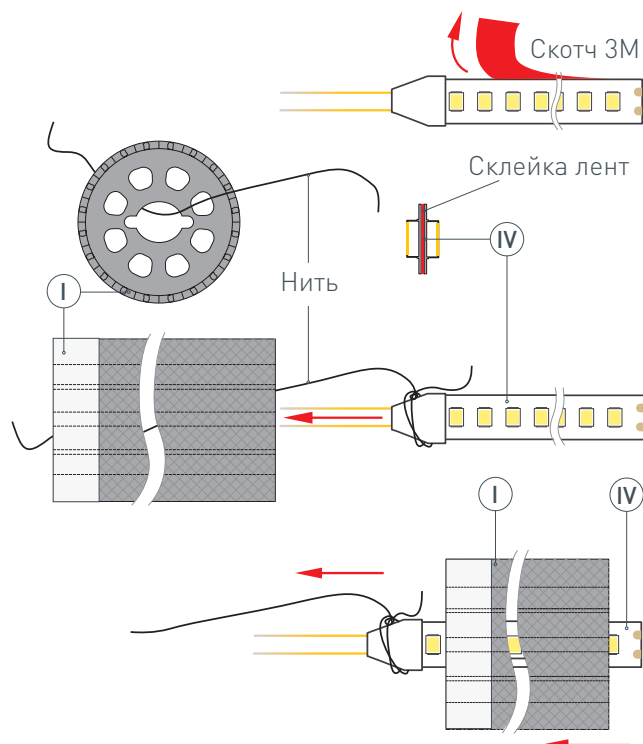

Рис. 1. Протяжка светодиодных лент ④ в профиль ①, вид сверху
- 1 / ВАЖНО!** При необходимости разрезания профиля оберните место резки малярным скотчем, чтобы не досудить распускания оплетки. Закрепите подвесы ② на поверхности и выведите наружу кабель от источника питания для светодиодной ленты. **ВАЖНО!** При создании из профиля фигуры с изгибами учитывайте, что длина используемой светодиодной ленты должна превышать длину профиля, необходимого для построения фигуры, — это поможет избежать заломов и отрыва кабелей питания ленты при сгибании профиля.
- 2 / ВАЖНО!** Не вытягивайте нить из профиля до монтажа светодиодной ленты в него! Установите светодиодные ленты ④ в профиль ①. Для этого необходимо снять защитный слой со скотчей на светодиодных лентах ④ и склеить ленты тыльными сторонами, чтобы можно было протянуть через профиль. Затем привязать нить (находится внутри профиля) с одной стороны профиля ① к склеенным светодиодным лентам ④, как показано на рис. 1. Чтобы втянуть ленты в профиль, сначала аккуратно поместите кабели питания светодиодных лент ④ внутрь профиля ①, а затем, насколько это возможно, вставьте край светодиодных лент. Аккуратно потяните за нить с другой стороны профиля ① и тем самым протяните светодиодную ленту ④ в профиль ①. Отвяжите нить от светодиодной ленты. **! ЗАМЕНА ЛЕНТЫ.** Если понадобится заменить уже установленные в профиле светодиодные ленты, то необходимо проделать те же действия: привяжите нить к светодиодным лентам с одной стороны профиля, аккуратно потяните ленту с другой стороны профиля. Таким образом, нить снова окажется внутри профиля, готовая для повторного использования.